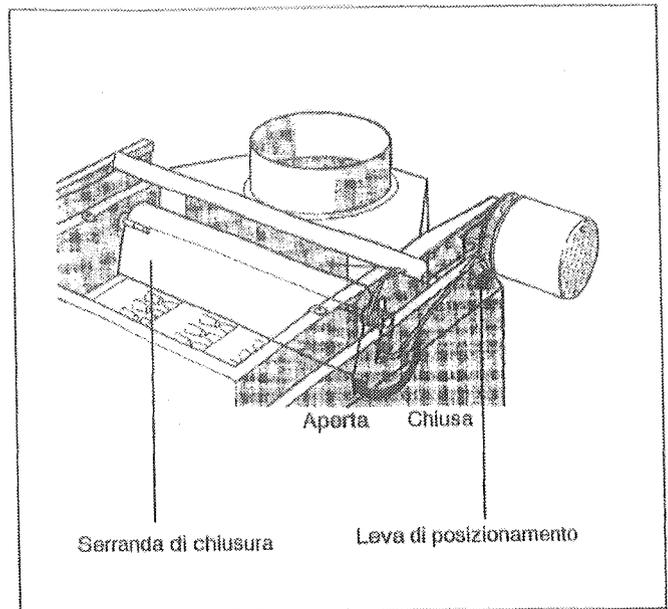

Fig. 33: Serranda di chiusura
- In caso di richiesta di calore la serranda di chiusura deve portarsi in posizione "ON". Verificare quest'impostazione in base al movimento della leva di posizionamento (Fig. 33). Il bruciatore dovrebbe entrare in funzione solo dopo il raggiungimento della posizione "ON".